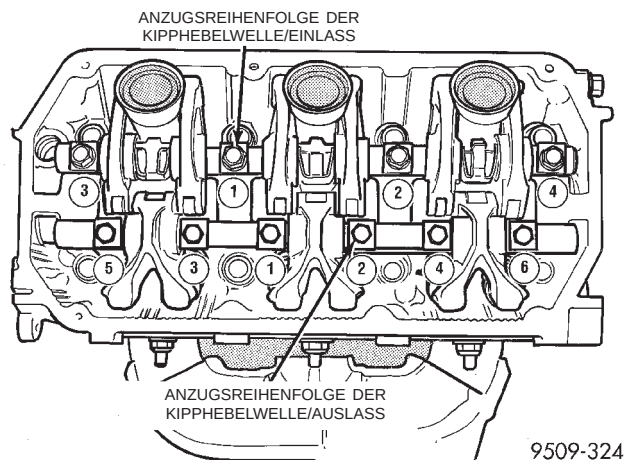

Abb. 40 Anzugsreihenfolge/Kipphebelwelle
(1) Nockenwellen-Lagerzapfen schmieren. Nockenwelle vorsichtig in den Zylinderkopf einsetzen.
(2) Axiallager einbauen und Befestigungsschrauben mit einem Anzugsmoment von 13 N·m (108 in. lbs.) festziehen.
(3) Nockenwellendichtring einbauen. Die Nockenwelle muß vor dem Einbau des Dichtrings eingebaut werden. Siehe entsprechenden Arbeitsgang in diesem Kapitel.
(4) Nockenwellenrad montieren und mit einem Anzugsmoment von 88 N·m (65 ft. lbs.) festziehen.
(5) Zahnriemen auflegen. (Siehe betreffenden Arbeitsgang in diesem Kapitel).
(6) Kipphebel in der Reihenfolge montieren, in der sie demontiert wurden und in der in (Abb. 40) angegebenen Reihenfolge mit einem Anzugsmoment von 31 N·m (276 in. lbs.) festziehen.